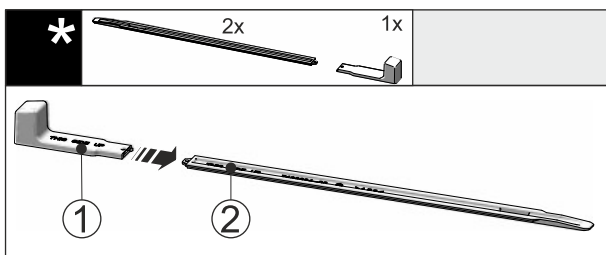

Fig. 54
► Futni dorezën e montimit Fig. 54 (1) në shinën e nivelimit Fig. 54 (2).